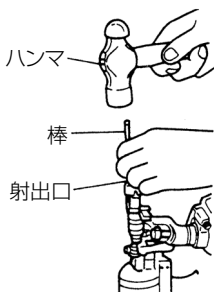

図 20
- 釘をマガジン内より抜き取り、釘ガイドを開き、射出口から細い棒を入れハンマでたたきます。(図 20)